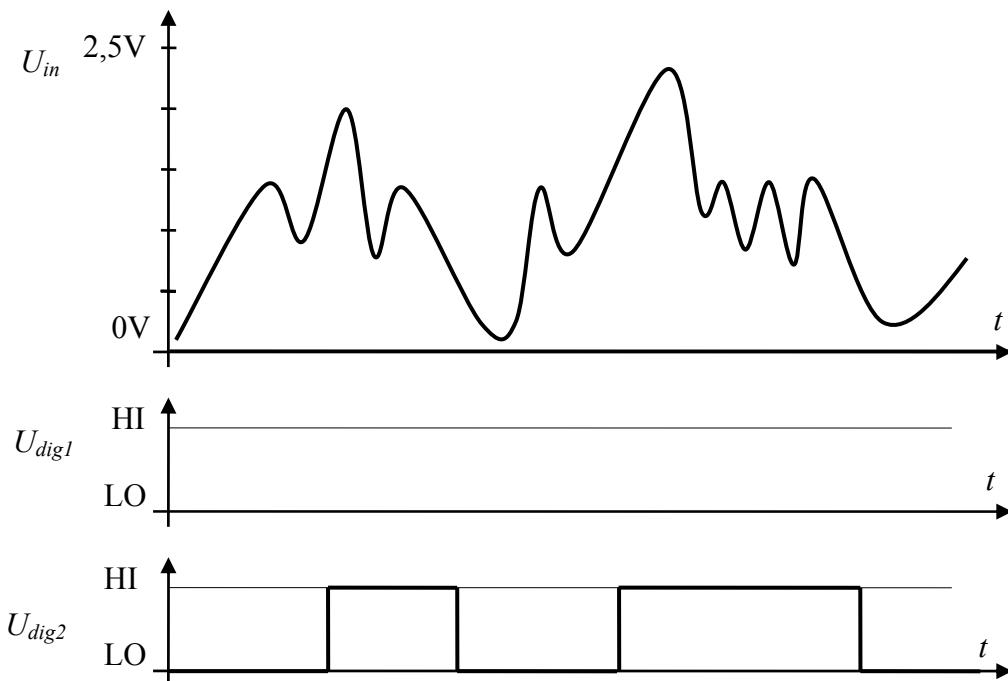

Abbildung 3.1
In Abbildung 3.1 ist ein analoger Spannungsverlauf  $U_{in}$  gegeben.
- Dieses Signal  $U_{in}$  wird an einen Eingang eines digitalen Gatters mit Schwellwert  $U_{th} = 1,25V$  (ohne Hysterese) gelegt. Ergänzen Sie in Abbildung 3.1 den Spannungsverlauf  $U_{dig1}$  nach der Digitalisierung!